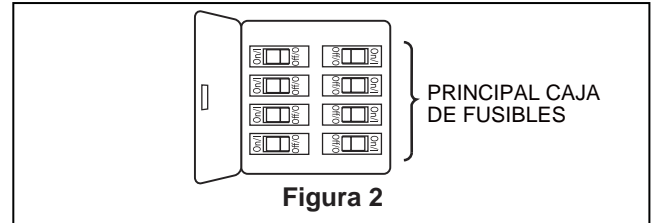

Figura 2
Para evitar una posible descarga eléctrica, asegúrese de cortar la alimentación eléctrica de la caja de fusibles principal antes de alambrado el ventilador. (Figura 2)
2. Coloque y ajuste firmemente la cubierta para el tornillo de la base sobre los tornillos de reborde de la abrazadera para colgar mediante el mecanismo de seguro por giro del chavetero. (Figura 2)